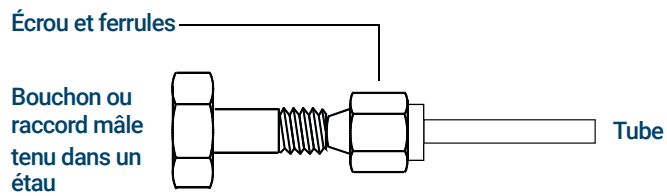

Figure 53. Assembler le raccord
- 3 Poussez le tube dans le raccord mâle en acier inoxydable. Voir la section **Figure 53**.